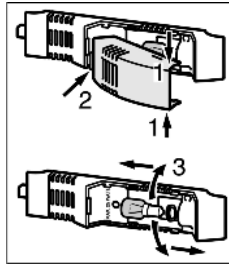

Fig. 13
- ▶ Узяти кришку лампочки вгору та вниз *Fig. 13 (1)*.
- ▶ Вивести кришку лампочки позаду з зачеплення та зняти *Fig. 13 (2)*.
- ▶ Замінити лампу *Fig. 13 (3)*.